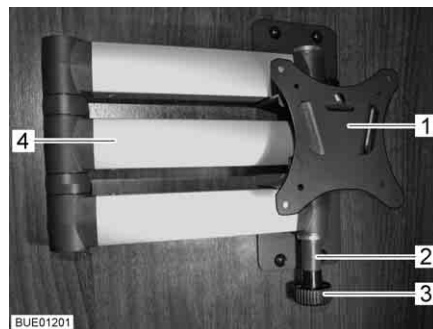

Fig. 71 Supporto con braccio snodato
- Tirare il bottone di sbloccaggio (Fig. 71,3). Il braccio snodato (Fig. 71,4) è sbloccato.
- Ruotare lo schermo piatto all'indietro nella sua posizione iniziale, finché il supporto (Fig. 71,1) non si innesta nel bloccaggio (Fig. 71,2).